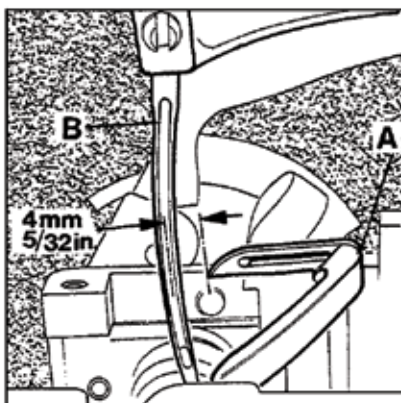

Fig.6
Set the looper (A, Fig. 6) to the distance between the center of the needle (B) to the point of the looper of 4 mm (5/32") when the looper is at its farthest right end position from the needle. Looper gauge No. 21225-4/4.4 can be used advantageously in making this setting.
Stellen Sie den Greifer (A, Fig. 6) so, dass der Abstand von Nadelmittle (B) bis zur Greiferspitze 4 mm beträgt, wenn der Greifer in seiner rechten Endstellung zur Nadel steht. Die Greifereinstelllehre Nr. 21225-4/4.4 erleichtert diese Einstellung.